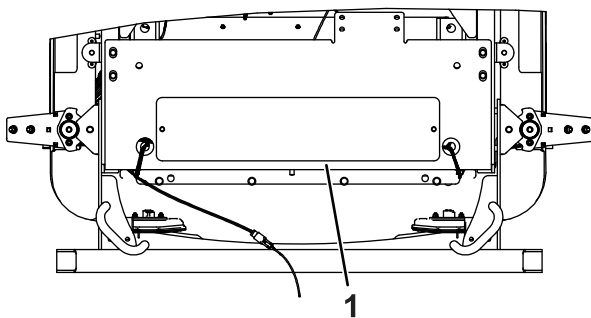

Bild 8
- Entfernen Sie die Abdeckung unter der hinteren Stoßstange (Bild 8).